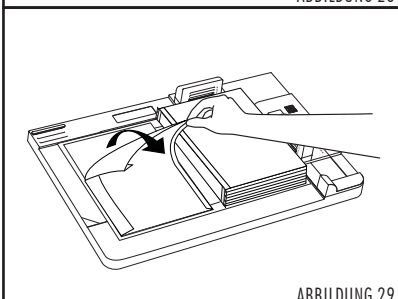
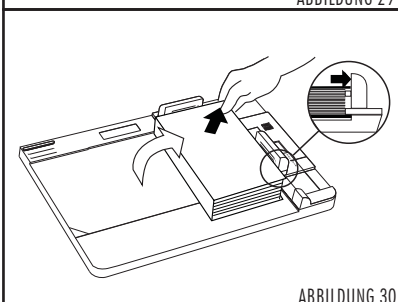

ABBILDUNG 29
ABBILDUNG 30
5. Lösen Sie nun die Klebestreifen von der linken Seite des Hardcover™ Umschlags (siehe Abbildung 29) und ziehen den Umschlag rüber zur rechten Seite. Achten Sie hierbei darauf, dass der Einband bündig mit den violetten Anlagevorrichtungen oben und rechts abschließt (siehe Abbildung 30). Nehmen Sie nun das fertige Buch aus dem Bindepult und streichen Sie über das Vorsatzpapier, damit es fest mit der Klebefläche verbunden ist - fertig ist die Hardcover™ Premiumbindung.